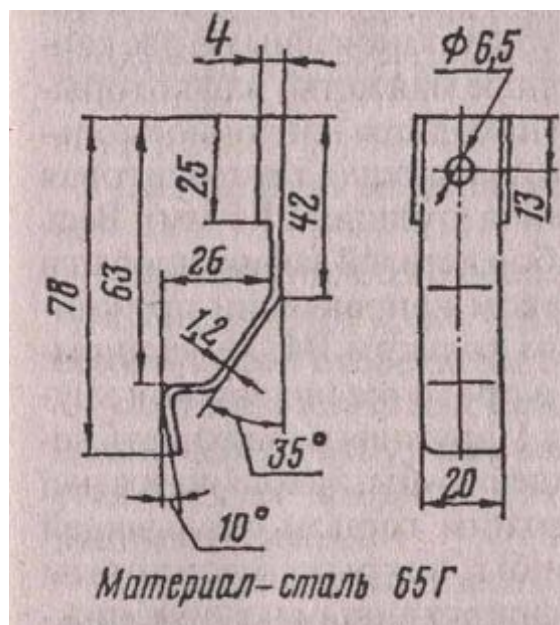

Рис. 4.5. Ловитель подставки.
3. Недостаточная фиксация центральной подставки является следствием изгиба или поломки ловителя. При изгибе достаточно его отогнуть, а в случае поломки ловитель можно изготовить самому из пружинной стали (рис. 4.5). Заметим, что движение с незакрепленной подставкой наверняка приведет к ее поломке и представляет некоторую опасность из-за возможности зацепления с посторонними предметами - проволокой, корневищем дерева и т. д.